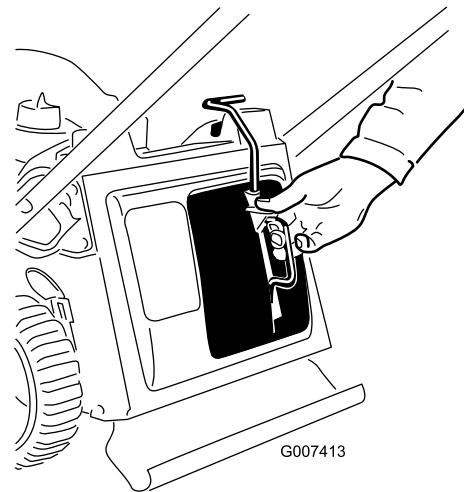

Figura 11
2. Apriete el botón de la palanca con el dedo pulgar e introduzca el tapón de mulching totalmente en el hueco (Figura 11).